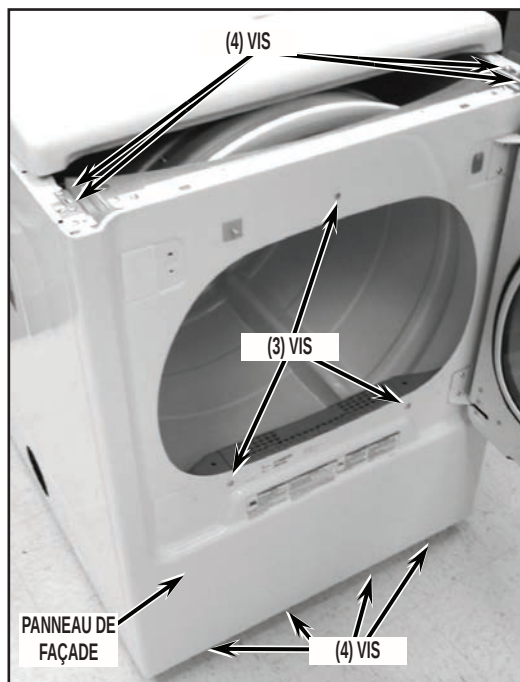

FIGURE 4
5. Déposer l'ensemble panneau de façade/porte : ôter un total de onze (11) vis (quatre (4) vis de 1/4" à tête hexagonale, sur la rive avant/inférieure; trois (3) vis Phillips autour de l'embrasure de la porte; quatre (4) vis Torx T-20 sur la bride supérieure du panneau de façade). Voir la Figure 4. Après la dépose des vis, fermer la porte et soulever l'ensemble panneau de façade/porte pour le déposer.